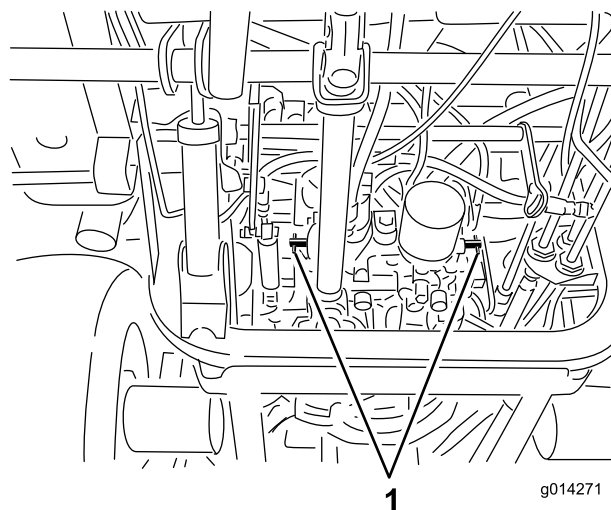

Figure 25
4. Tournez chaque vanne de dérivation d'un tour dans le sens anti-horaire (Figure 25).
Tournez chaque vanne de dérivation d'un tour dans le sens horaire et serrez-les à la main (couple de serrage de 8 Nm approx.) (Figure 25).